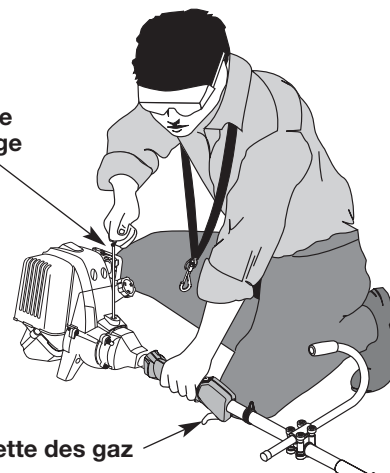

Fig. 21
AVERTISSEMENT: évitez tout démarrage accidentel. Tenez-vous en position de démarrage lorsque vous tirez sur la corde de démarrage (Fig. 21). L'opérateur et l'appareil doivent tous deux être en position stable pour éviter des blessures graves. Vérifiez la bonne installation de l'accessoire avant le démarrage de l'appareil.
4. Levez-vous en position de départ et **n'appuyez pas sur la manette des gaz** (Fig. 21). Tirez sèchement sur le cordon de démarrage jusqu'à 5 à 10 fois.